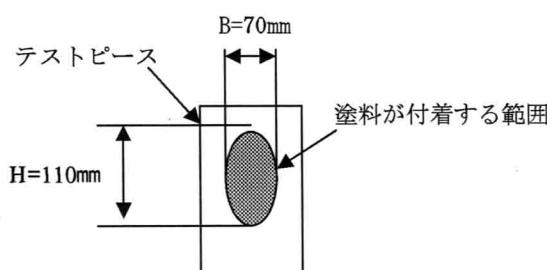

図 1 ガン距離 200mm で塗料が付着する範囲
(2) 変更しなかった条件
- c スプレーガン: KK, E・製作所 マイクロ・スプレーガン重力式 G-08 (ノズル径 0.8mm) パターン全開、吐出量は全閉から 2 回転戻し、元圧=1.5kg/cm²、この状態でのガン距離を 200mm で左右移動なしにすると塗料が付着する範囲は図 1 の如く H=110mm, B=70mm であった。